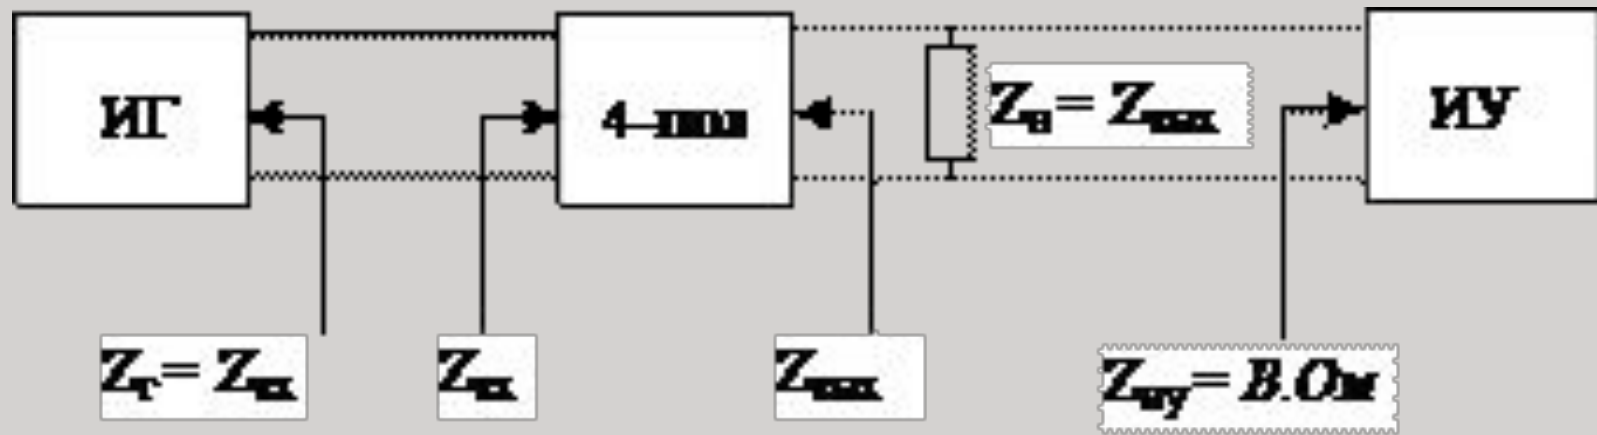

Рис. 3. Схема измерения уровня при подключении ИУ параллельно нагрузке
3. Если требуемое сопротивление нагрузки не соответствует входному сопротивлению ИУ, то измеряемый тракт передачи нагружается на сопротивление нагрузки  $Z_H = Z_{\text{ВЫХ}}$ , а ИУ подключается высокоомным входом (рис.3).